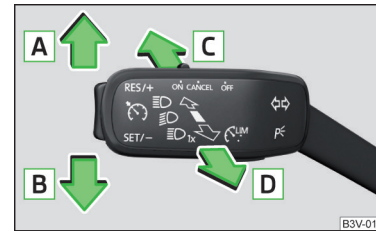

Abb. 52
**Bedienungshebelstellungen** » Abb. 52